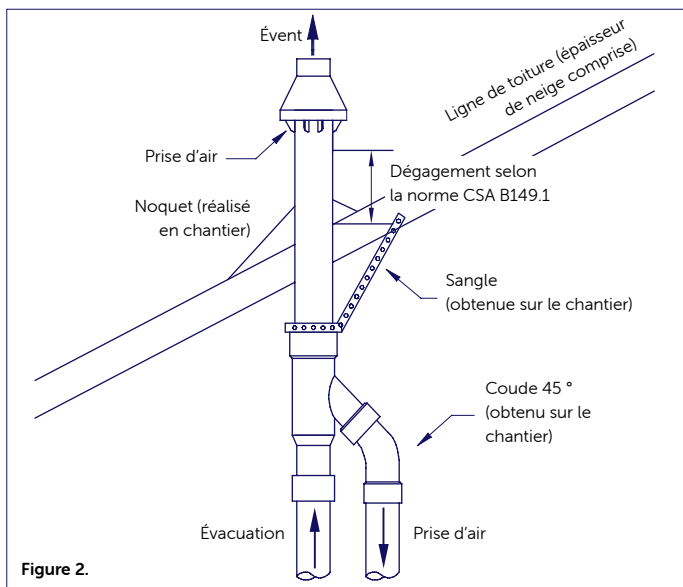

Figure 2.
- Assurez-vous que la pièce de sortie est suffisamment haute pour dépasser la surface du toit, en tenant compte des épaisseurs de neige prévues, tel qu'illustré à la figure 2 de l'installation verticale.